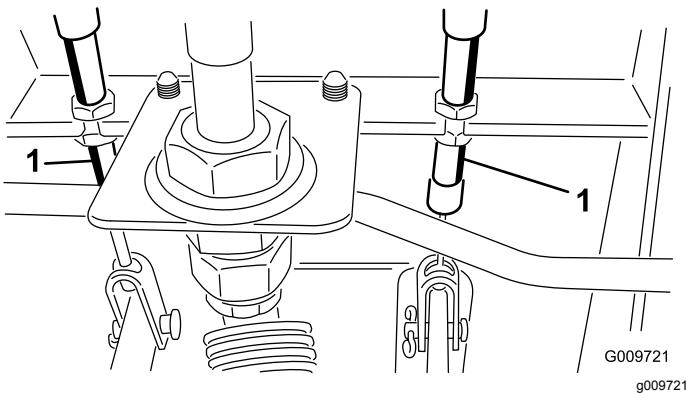

Рисунок 93
- A. Отпустите переднюю гайку на резьбовом конце троса тормоза (Рисунок 93).